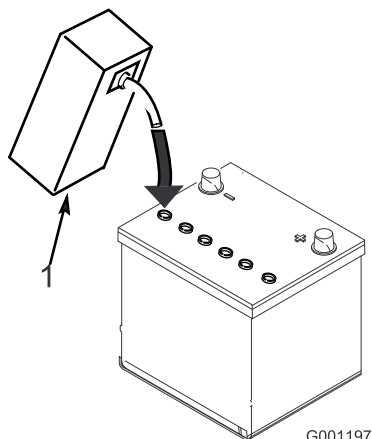

図 5
3. 各セルに慎重に電解液を満たす。電極板が 6 mm 程度水没するぐらいが適当 (図 5)。
4. 電極板が液を吸収するまで 20~30 分間程度待つ。必要に応じて、電極板が 6 mm 程度水没するぐらいに電解液を補充する (図 5)。